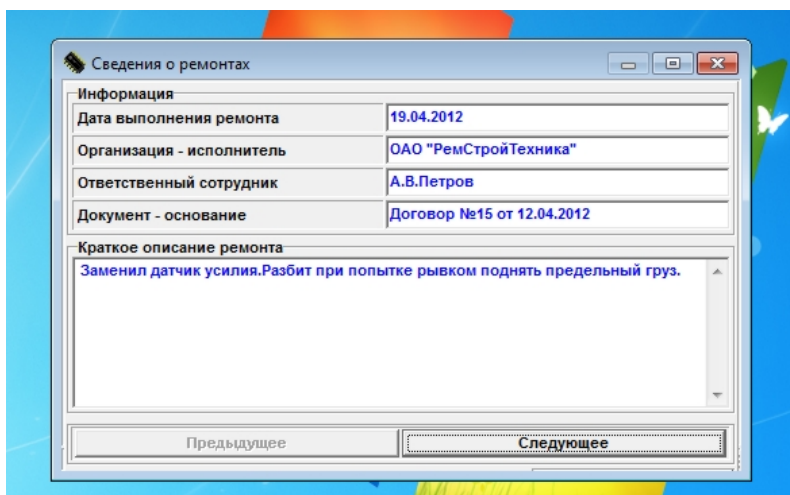

Рис.16
- сведения о ремонтах, Рис.16;